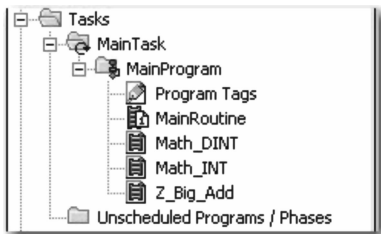

图 10-1 展开的项目管理器列表
1. 在控制器项目管理器中展开“主程序”（MainProgram），如图 10-1 所示。